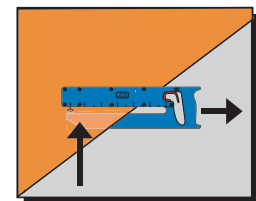

Abb. 10
6. Caliper Profiler: um einem Dickenprofil zu erstellen oder die dünnste oder dickste Stelle zu messen, bewege das Instrument langsam in der Richtung des Sieb- oder Filzrandes (Abb. 10). Das speichern der Meßwerten wird automatisch gestoppt wenn die Meßfüße über der Rand des Siebes gehen. Wenn der Aufnahme stoppt, wird auch der rote Indikator löschen.